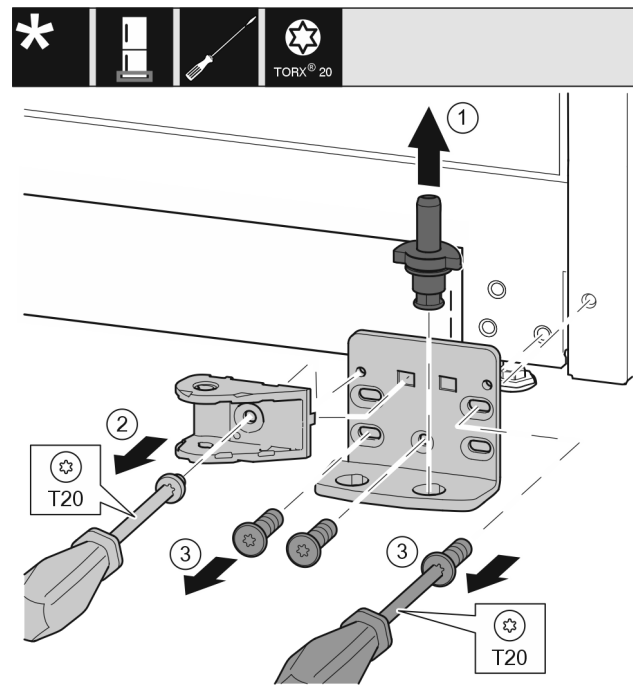

Fig. 34 *
- Lagerbolzen komplett nach oben herausziehen. Fig. 34 (1)*
- Schraube mit Schraubendreher T20 herausdrehen und Schließdämpferverbindung abnehmen. Fig. 34 (2)*
- Schrauben mit Schraubendreher T20 herausdrehen und Lagerbock abnehmen. *Fig. 34 (3)**